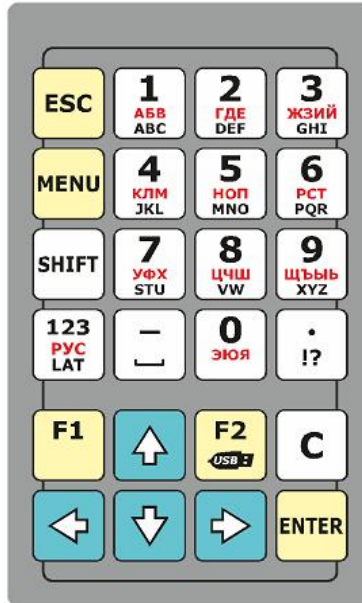

Рис. 3. Клавиатура прибора.
1.3.4 Клавиатура прибора состоит из следующих кнопок (рис. 3):